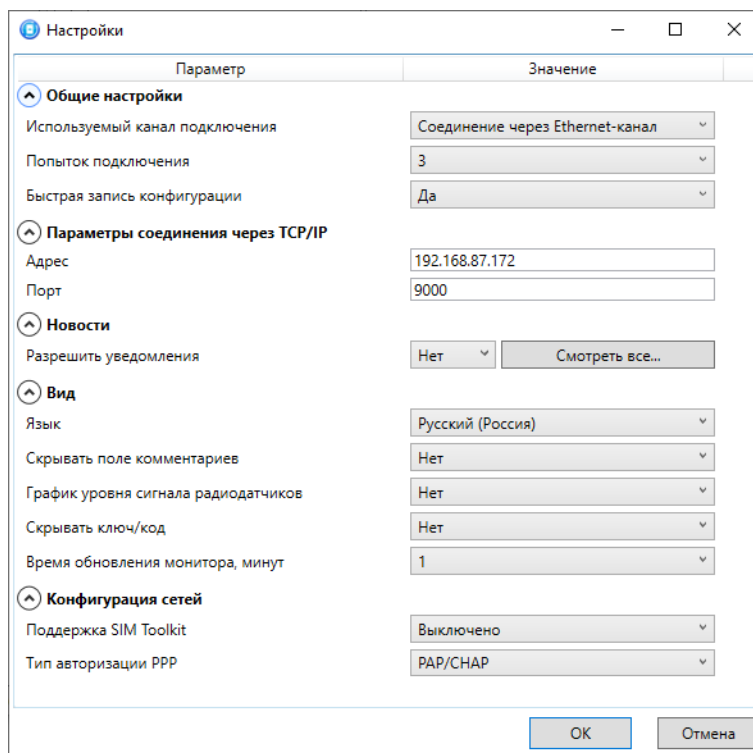

Рисунок 4.11 — Окно *Настройки*
2. В раскрывающемся списке *Используемый канал подключения* выберите вариант *Соединение через Ethernet-канал* и укажите количество попыток подключения (см. рисунок 4.11).